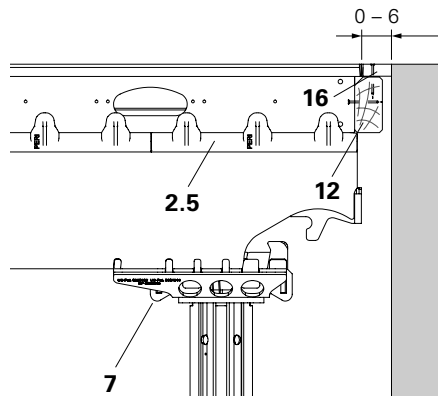

Fig. A5.22
1. Placer la Plaque Combi SCK (7) ou la Tête d'étais SSK (6) en retraite sous la poutrelle SLT (2.5).
2. Clouer la Solive Bois SPH (12) ou un bois de 6 cm (max) au panneau.
3. Installer le coffrage (16) et le fixer à l'aide de clous. (Fig. A5.22 + A5.23)